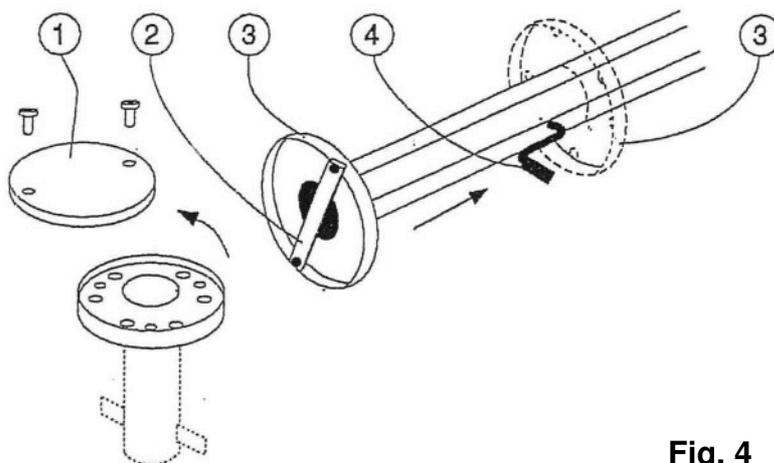
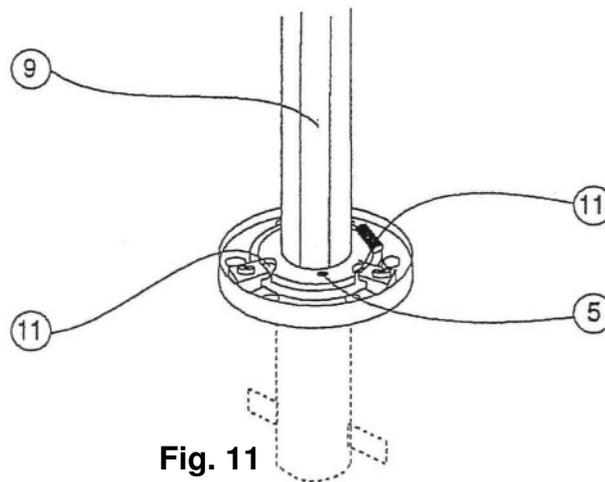

Fig. 4
Fig. 11
- Deckel von der Bodenhülse (1) abschrauben (Fig. 4).
- Fixiersteg (2) vom Mastfuß entfernen und Pressring (3) bis über Kurbelöffnung (4) hochschieben. Gegen Mast abpolstern und mit eingesteckter Kurbel sichern.
- Schirm festhalten und Sicherungsschraube (5) lösen (Fig. 11).
- Drehhalter (11) lösen und in einem Plastikbeutel in der Bodenhülse verstauen.
- Mit Fixiersteg (2) die Scharnierscheibe und den wieder abgesenkten Pressring verschrauben (Fig. 4).